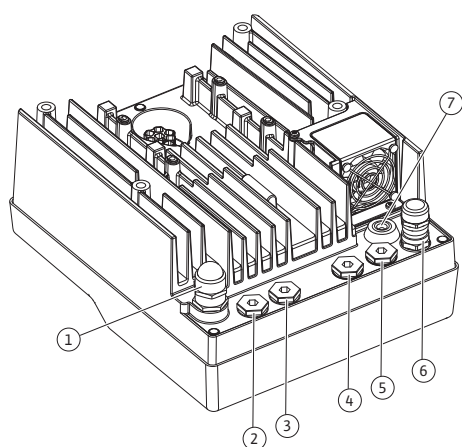
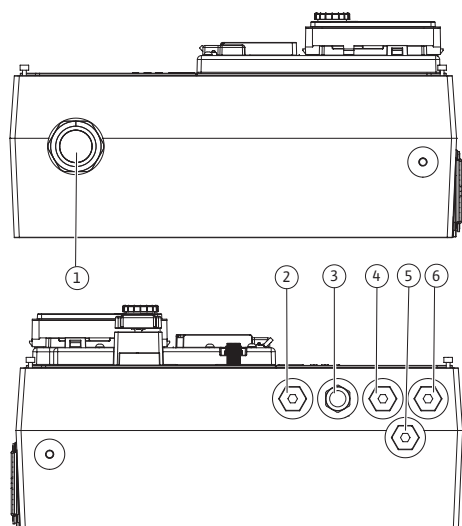

Fig. 21: Kableske uvodnice/kableske provodnice (0,37 kW...7,5 kW)
Fig. 22: Kableske uvodnice/kableske provodnice (11 kW...22 kW)
Na elektroničkome modulu (Fig. 21) nalazi se šest kabelskih provodnica za prostor sa stezaljkama. Kabel za naponsko napajanje električnog ventilatora na elektroničkome modulu tvornički je montiran.
Na elektroničkome modulu (Fig. 22) na jednoj strani nalazi se pet kabelskih provodnica za prostor sa stezaljkama. Na drugoj strani nalazi se kabelska provodnica za naponsko napajanje.
Kableske uvodnice, uključujući brtve za kableske provodnice 2...5 (Fig. 21 i Fig. 22), priložene su proizvodu kao ugradni sklop.
4. Provucite priključni kabel kroz kabelsku uvodnicu M25 (Fig. 21, poz. 1, pri 0,37 kW... 7,5 kW).
Provucite priključni kabel kroz kabelsku uvodnicu M40 (Fig. 22, poz. 4, pri 11 kW... 22 kW).